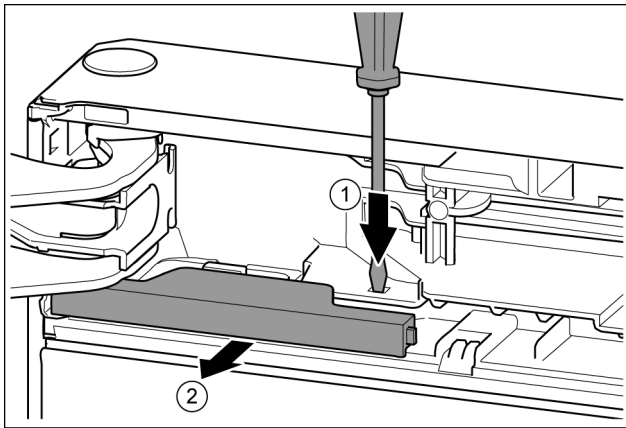

Fig. 12
- ▶ Presione la lengüeta con el destornillador para tornillos de cabeza ranurada. Fig. 12 (1)
- ▶ Extraiga la cubierta del enganche. Fig. 12 (2)